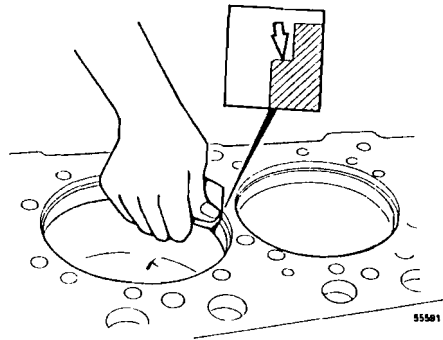

Fig. 128
- 2 Antes de fresar el escalón de la camisa, es conveniente pasar la tela de esmeril para no perjudicar el filo de la fresa, especialmente si la superficie ha sido tratada anteriormente con pasta de esmeril, véase la fig. 128.